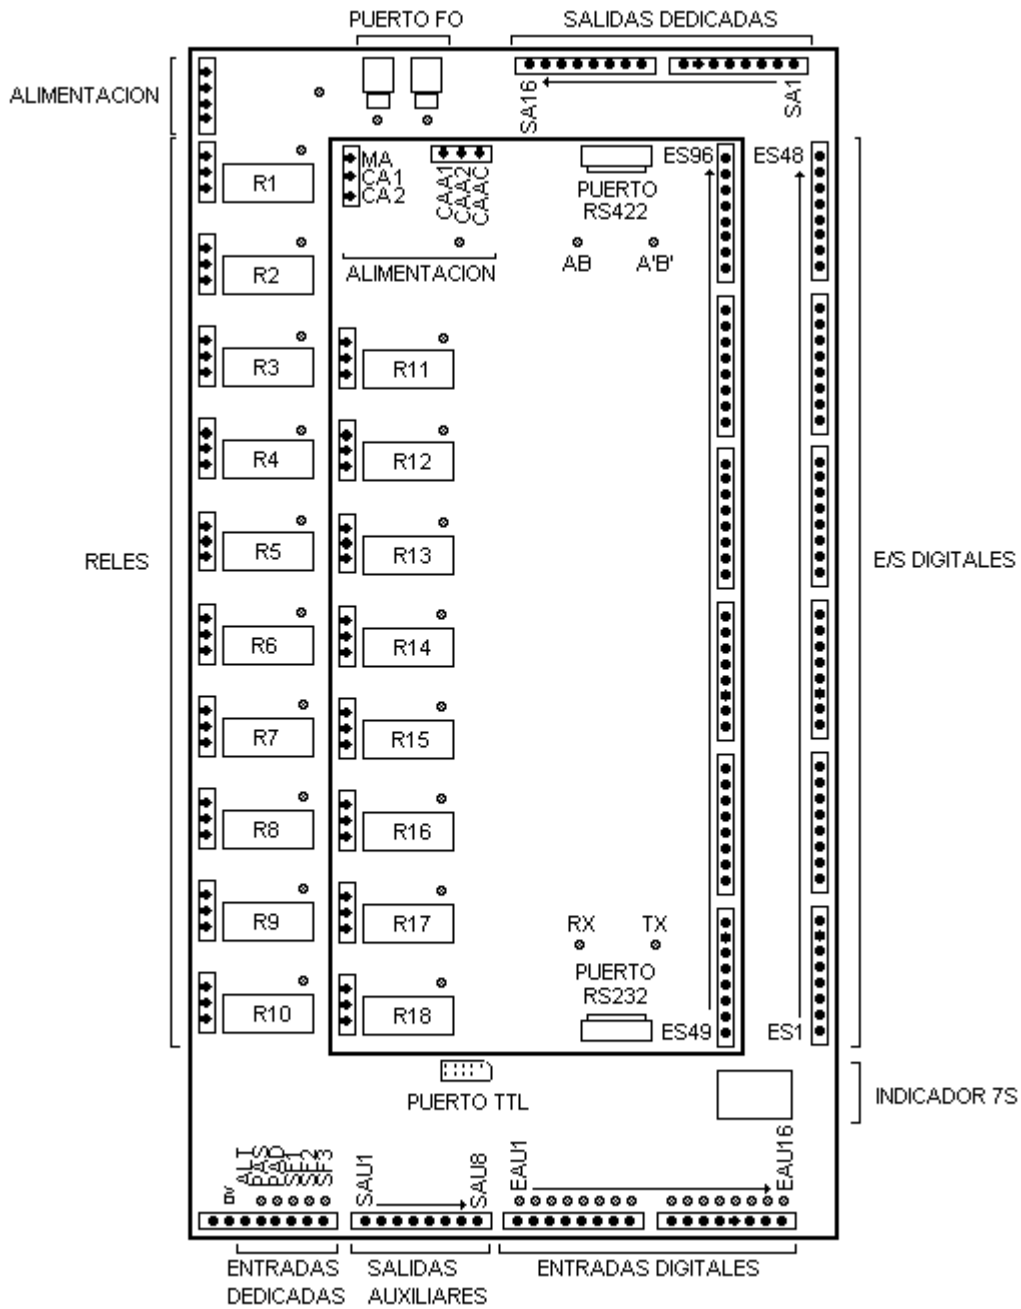

Figura 44
1. Conectar la placa EXP51FB a un controlador CEA51FB (Figura 44)
7. Tomando como referencia la Figura 44, se debe verificar que la EXP51FB activa las salidas según la Tabla 11